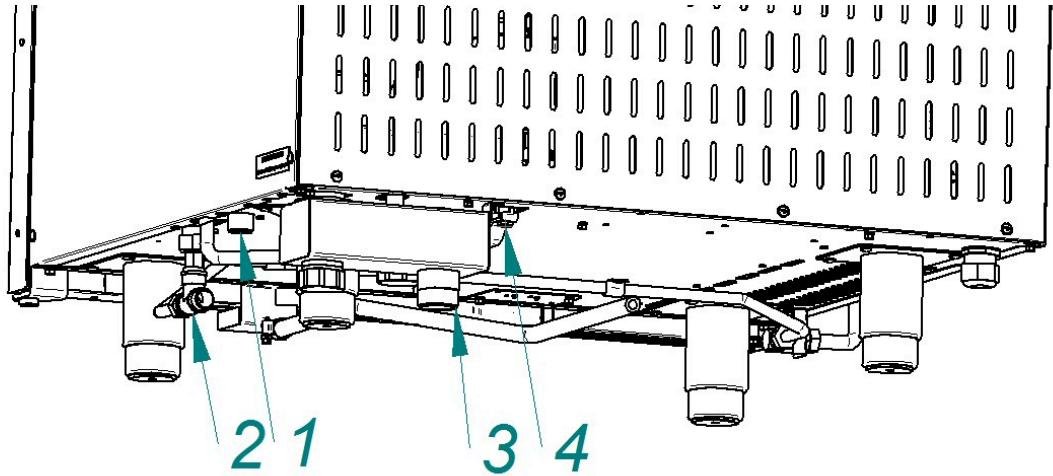
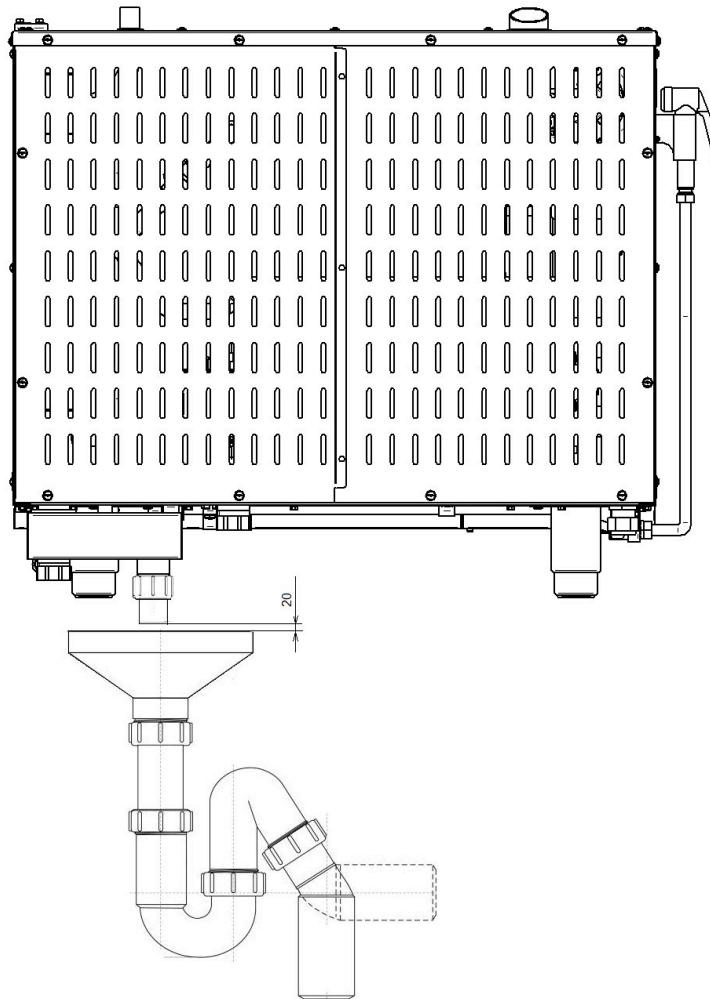

Рис.4 Подключение к системе водоснабжения
Рис. 5. Подключение к системе канализации
• G3/4 (см. рис.4 поз.1 (наружная резьба)) – парогенератор. Подключать через водоумягчительную установку (водородно-ионного обмена). Рекомендуется использовать фильтр BRITA PURITY C300 Quell ST.
• G1/2" (см. рис.4 поз.2 (наружная резьба)) – душевое устройство и охлаждение коллектора. Допускается подключать к неподготовленной воде.
- установить кран слива с парогенератора (см. рис.4 поз.4) в положение «Закрыто»;
- используя шланг из комплекта поставки, подключить пароконвектор к системе канализации (см. рис.5). Шланг подключить через штуцер с резьбой G1¼" (рис.4 поз.3). Подключение к канализации выполнить с разрывом струи не менее 20мм от верха приемной воронки (СНиП 2.04.01-85 п. 17.11).